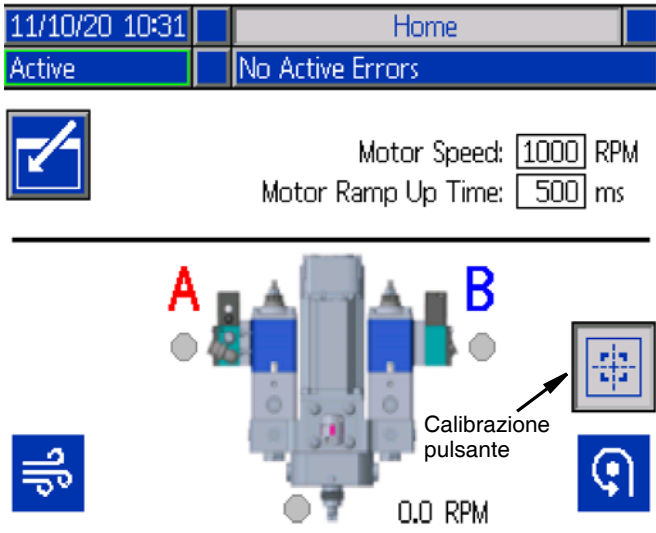

FIG. 37
1. Rimuovere il coperchio ADM (BP).
4. Verificare che il pulsante di calibrazione (in alto a destra) sia premuto Vedere FIG. 37.